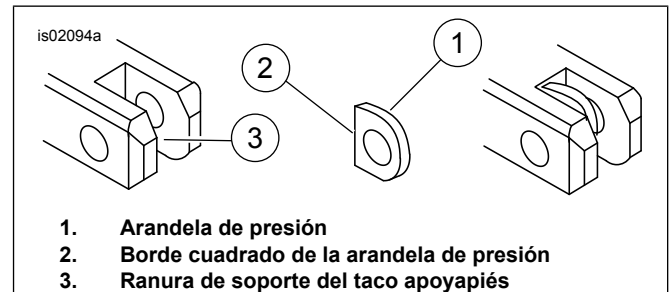

Figura 1. Instalación de la arandela de presión del taco apoyapiés
Vea la Figura 1. Cuando realice el siguiente paso, verifique que la arandela de presión esté colocada dentro del soporte del taco apoyapiés con el borde cuadrado (2) hacia el interior del soporte.
4. Instale los tacos apoyapiés nuevos de la misma manera que estaban instalados los tacos apoyapiés viejos. Inserte una arandela de presión (1) y el extremo de montaje del taco apoyapiés dentro de las ranuras (3) de los soportes del taco apoyapiés.